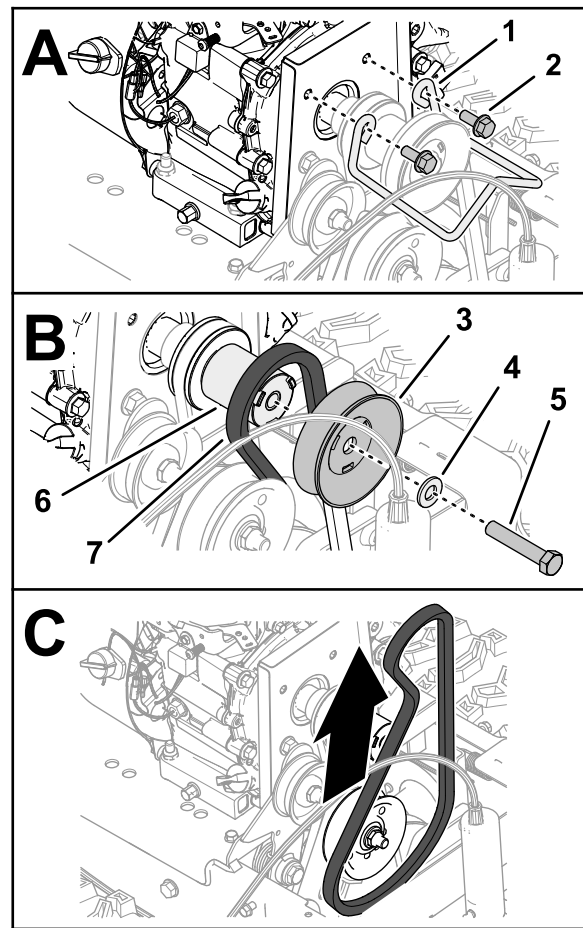

Bild 44
3. Entfernen Sie die beiden Bundkopfschrauben, mit der die Riemenführung befestigt ist, und nehmen Sie die Führung vom Motor ab (Bild 44).
4. Entfernen Sie die Kopfschraube ( $\frac{3}{8}$ " x 2") und die Unterlegscheibe, mit der die Riemenscheibe der Kehrbürste an der Kurbelwelle des Motors befestigt ist, und nehmen Sie die Riemenscheibe (Bild 44) ab.